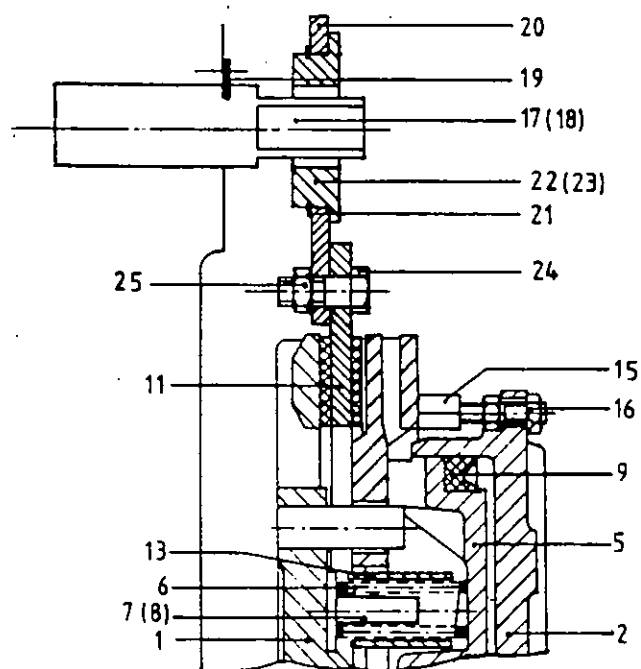

Abb. 2: Zweipunktbefestigung der Lamelle
2.2 Zweipunktbefestigung der Lamellen (Abb.2)